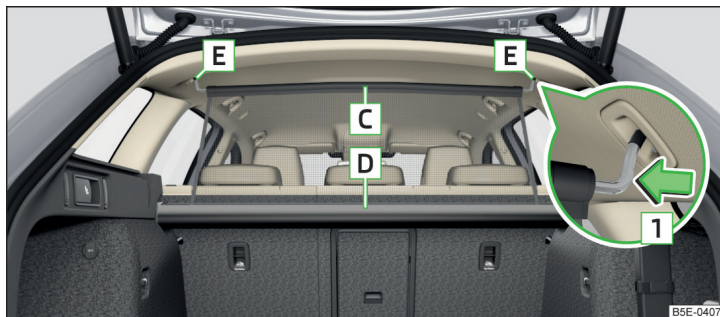

Fig. 118 Peretele despărțitor din plasă din spatele scaunelor din spate, în stare demontată
- Asigurați-vă de faptul că traversa peretelui despărțitor din plasă este așezată fix în elementele de fixare **E** » fig. 118 la pagina 117.
- Trageți peretele despărțitor din plasă, de traversa superioară **C**, din carcasa **D** » fig. 118.
- Apăsați pe traversă și extrageți-o din punctele de fixare **E**, mai întâi pe o parte, apoi pe cealaltă parte » fig. 118.